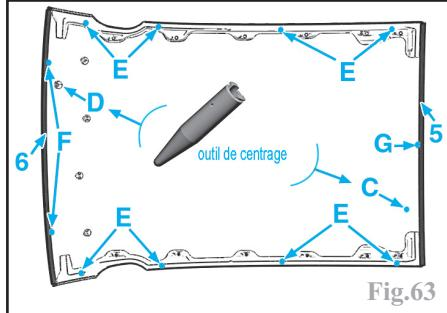

Fig.63
Reposer des cales de hauteur aux emplacements prévus en (E) sur le joint surmoulé (si nécessaire) (Fig.63).